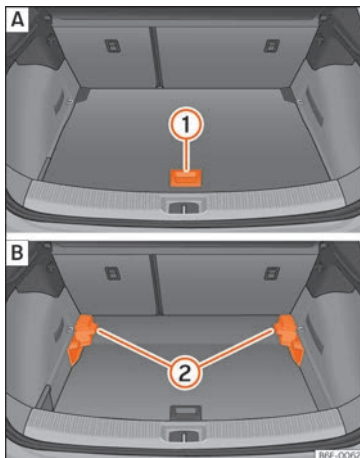

Abb. 127 Variabler Gepäckraumboden: **A** Hochstellung; **B** Tiefstellung.
- Um von der niedrigen in die hohe Position überzugehen, heben Sie den Boden am Haltegriff »» **Abb. 127** **1** an und ziehen Sie ihn nach hinten, bis der vordere Teil des Bodens vollständig über den Halterungen **2** liegt.
- Um von der hohen in die niedrige Position überzugehen, heben Sie den Boden am Haltegriff »» **Abb. 127** **1** an und ziehen Sie ihn nach hinten, bis der vordere Teil des Bodens vollständig über den Halterungen **2** liegt.
- Den vorderen Teil auf den Boden absenken und diesen bis zum Anschlag an den Rücksitzlehnen nach vorn verschieben und dabei den Boden gleichzeitig mit Hilfe des Haltegriffs ① absenken.
- Bei einem variablen Boden in hoher Position diesen am Haltegriff anheben »» Abb. 127 ①, daran ziehen und in Richtung der Rücksitzlehne bewegen bis der Boden an der Scharnierlinie eingeklappt wird und sich der bewegliche Teil des Bodens auf diesem befindet.